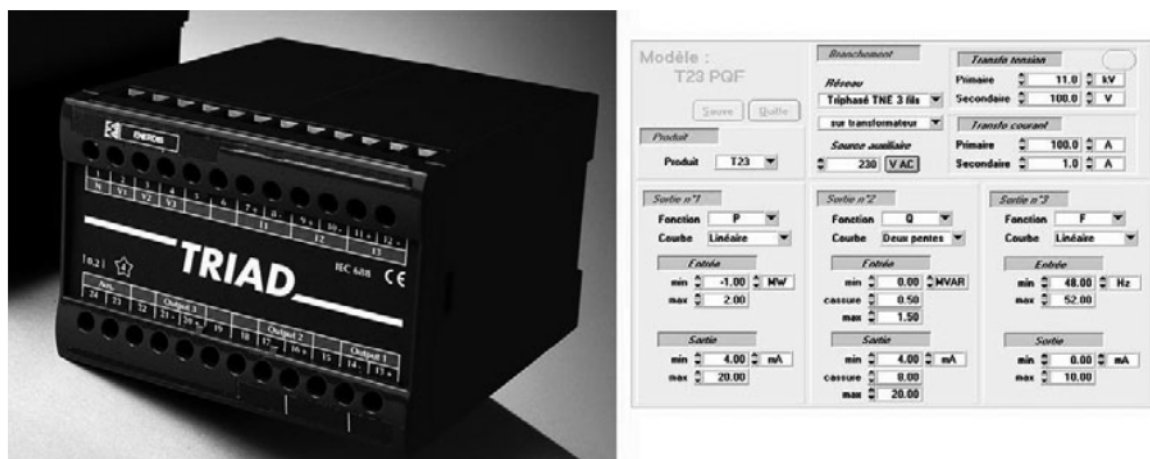

Figure 10.13 – Transducteur programmable (Enerdis/Chauvin Arnoux).
■ Numériques programmables (figure 10.13)